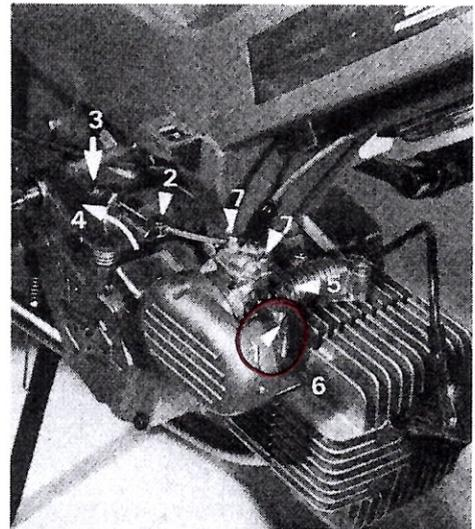

Fig. 5
- Desserrez graduellement la vis d'air (fig. 5 - n° 1) jusqu'à l'obtention du régime moteur recherché.
- vissez graduellement la vis d'air (fig. 5 - n° 1) jusqu'au résultat désiré et en cas d'insuccès, desserrez petit à petit la butée de gaine de poignée tournante (fig. 2 - n° 12).